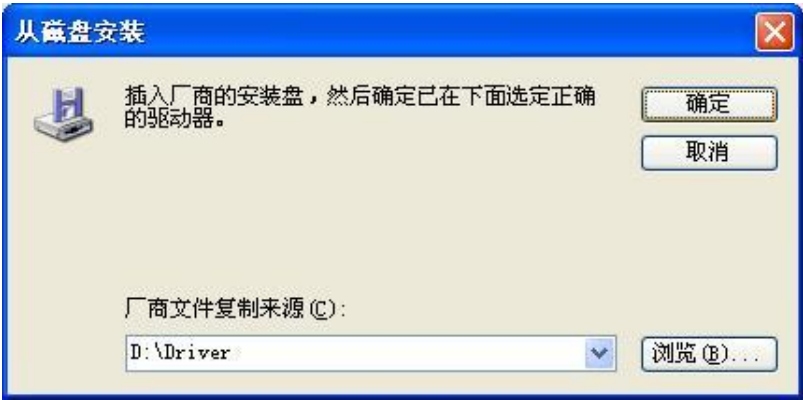

图 2-7 运动控制卡驱动程序安装界面
(7) 选择 GT800 后点击“打开 (O)”，此时如图 2-7 所示